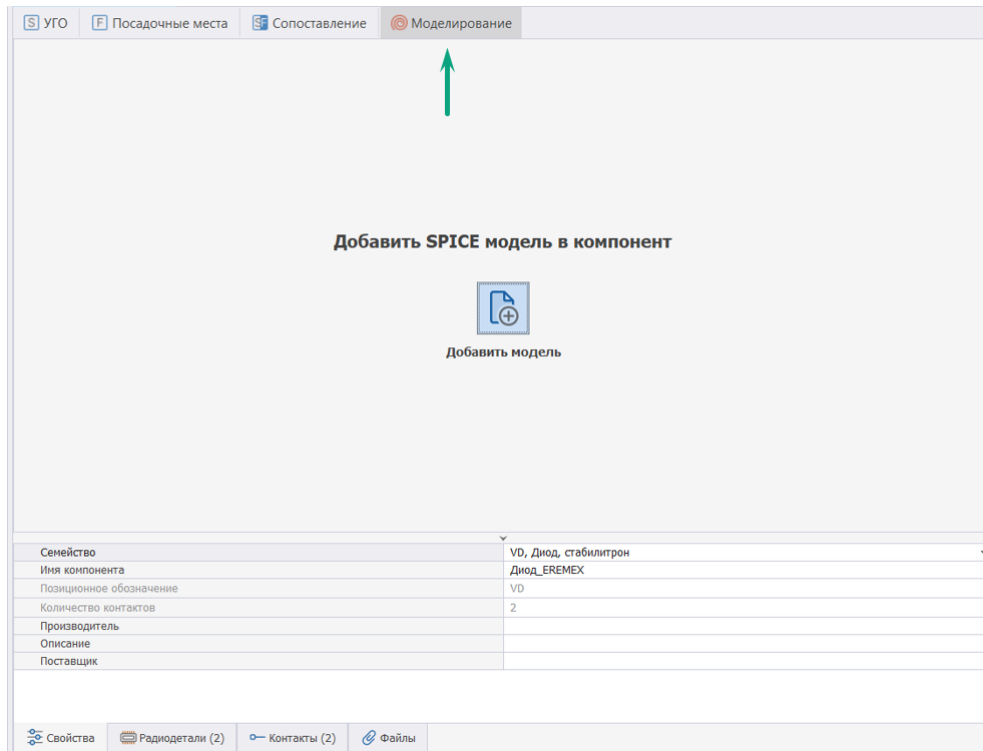

Рис. 285 Переход к созданию Spice модели компонента
1. Перейти на вкладку «Моделирование», см. Рис. 285.